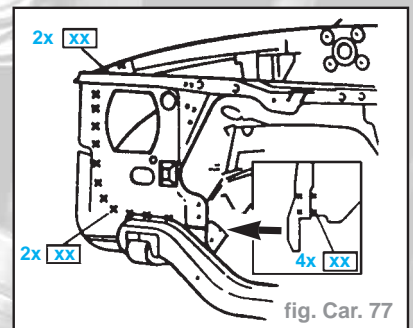

fig. Car. 77
- la tôle déflectrice d'air (fig. Car. 77).